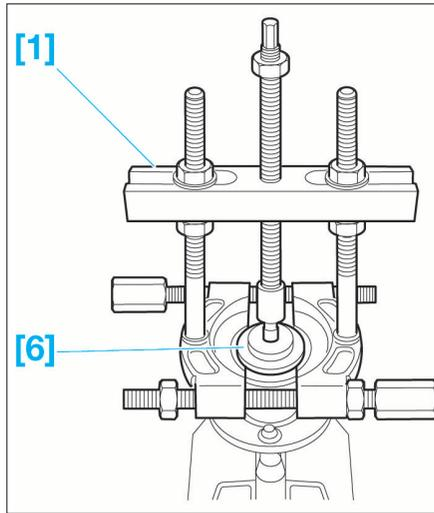

FIG. 21
- Poser les outils [6] et [1] (extracteur FACOM U53 (K2+T2) ref. 4108-T) (Fig.21).
- Extraire la cage intérieure (2) du roulement à l'aide de l'extracteur.